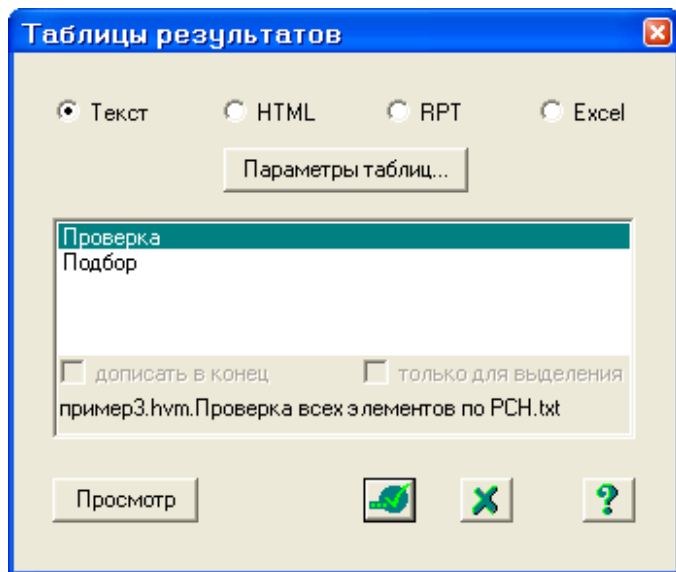

Рис.3.32. Диалоговое окно **Таблицы результатов**
- Вызовите диалоговое окно **Таблицы результатов** (рис.3.32) с помощью меню **Результаты** ⇒ **Стандартные таблицы** (кнопка  на панели инструментов).